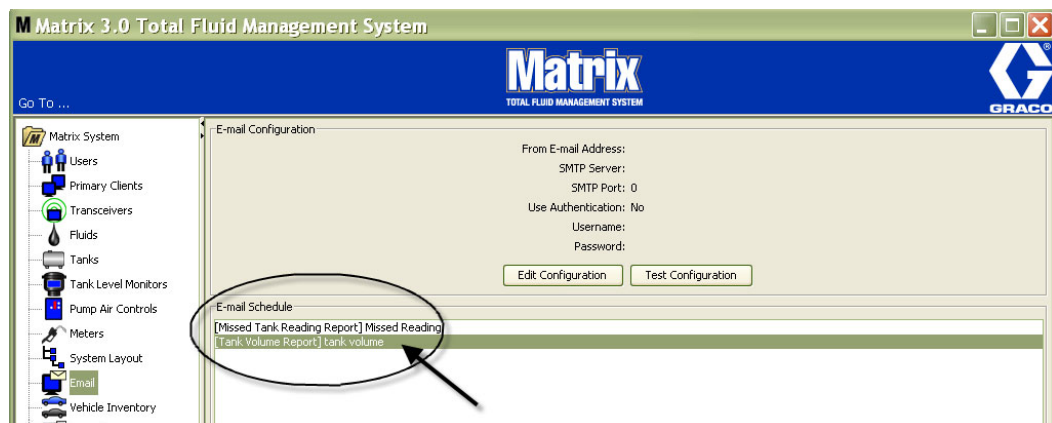

FIG. 144
3. De aangemaakte e-mailgebeurtenissen worden weergegeven in het deel E-mailschema van het hoofdscherm voor configuratie van de e-mail, zoals afgebeeld in FIG. 144.